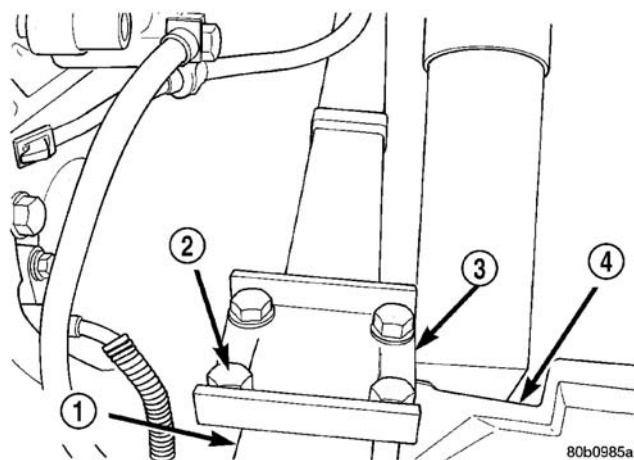

图 28 桥板螺栓
(4) 将 2 个支承架定位在车桥外端下面，抬高车桥至能够从后簧中移出。
(5) 从后桥上松开并卸下桥板螺栓（图 28）。
(3) 安装板簧的后部到后吊耳的外半夹板。安装后吊耳的内半夹板。将销螺母和螺栓安装到后吊耳上，**但此时不得紧固。**
(4) 将车桥总成抬高至正确位置，车桥中置于板簧定位柱下。
(5) 安装桥板螺栓（图 28）。紧固螺栓至  $95 \text{ N} \cdot \text{m}$  ( $70 \text{ ft.lbs.}$ ) 的扭矩。
(6) 安装减振器螺栓。**此时不得紧固。**
(7) 降下车辆并移去举升臂和车下的木块。
(8) 紧固板簧前枢轴螺栓至  $156 \text{ N} \cdot \text{m}$  ( $115 \text{ ft.lbs.}$ ) 的扭矩。
(9) 紧固后簧吊耳销螺母至  $61 \text{ N} \cdot \text{m}$  ( $45 \text{ ft.lbs.}$ ) 扭矩。
(10) 紧固后簧吊耳内外夹板连接螺栓至  $61 \text{ N} \cdot \text{m}$  ( $45 \text{ ft.lbs.}$ ) 的扭矩。
(11) 紧固下减振器固定螺栓至  $102 \text{ N} \cdot \text{m}$  ( $75 \text{ ft.lbs.}$ ) 的扭矩。